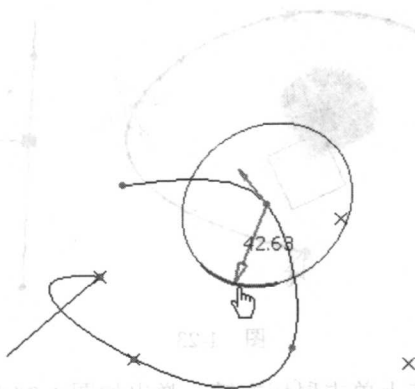

图 1-28
- 选择 **Impose Curvature** 选项，可以设置样条线在所选择点的曲率，如图 1-28 所示。拖动箭头，可以改变曲率的大小，拖动圆弧，可以改变曲率的方向。